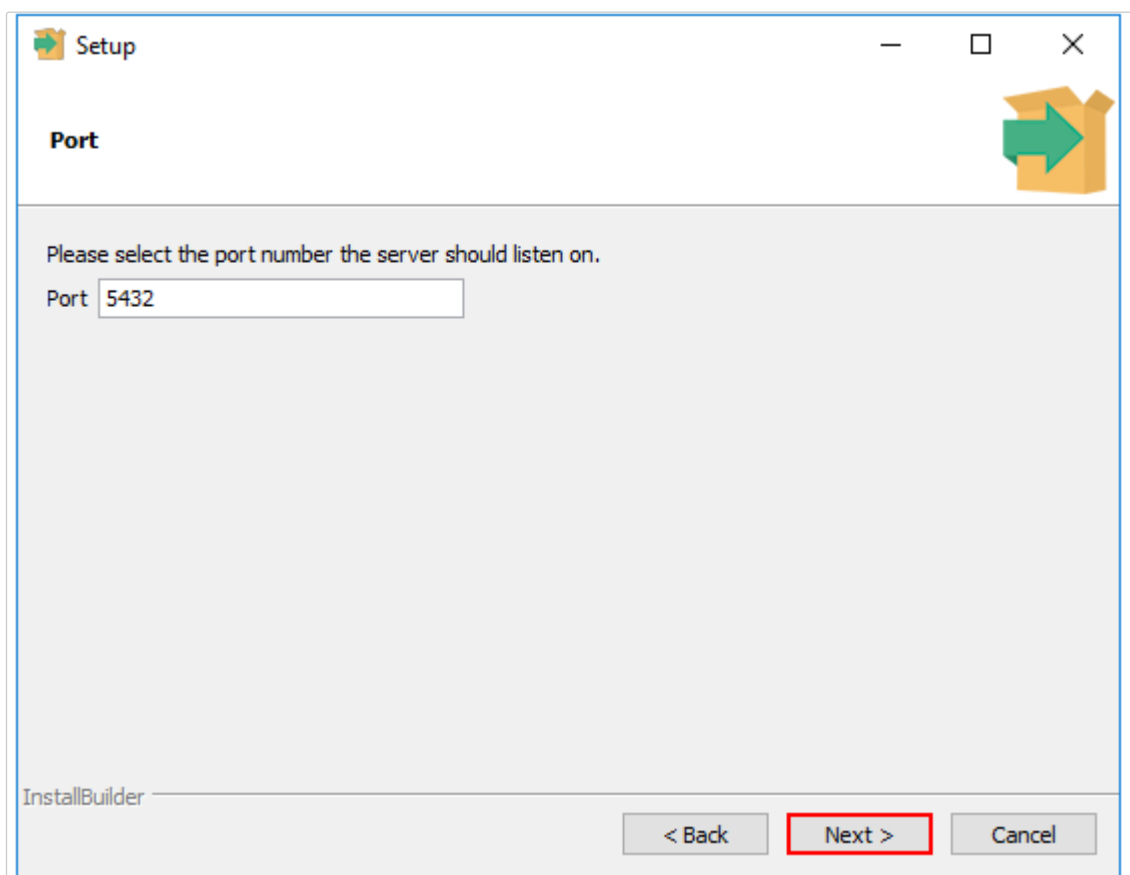

Рисунок 5. Ввод номера порта сервера СУБД
- 5) На странице *Port* указать порт, который будет использовать сервер СУБД (см. рисунок 5).